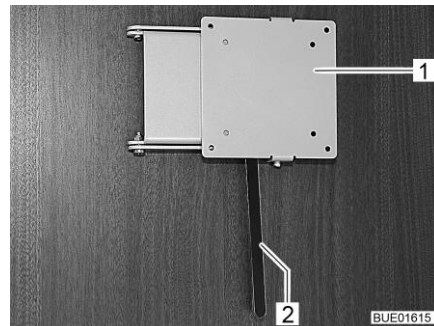

Fig. 92 Soporte con palanca de desbloqueo
- Empujar la palanca de desbloqueo (Fig. 92,2) hacia el lado y girar el soporte (Fig. 92,1) junto con la pantalla plana a la posición deseada.
- Girar la pantalla plana hacia la posición inicial hasta que el soporte (Fig. 92,1) engatille en el bloqueo.